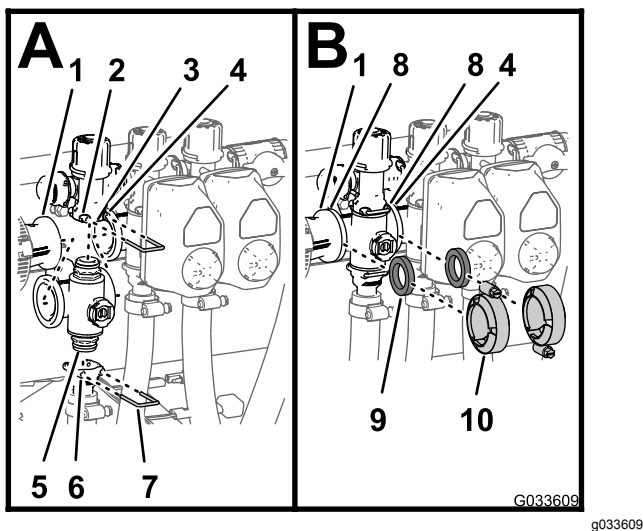

Figura 116
1. Inserte el conector de extremo superior de la válvula multivía en el acoplamiento de desvío (Figura 116, A).
2. Sujete el conector de extremo al acoplamiento de desvío insertando una horquilla de retención en el acoplamiento de desvío (Figura 116, A).
3. Monte el conector de salida en el conector de extremo inferior del distribuidor (Figura 116, A).
4. Sujete el conector de extremo al conector de salida insertando una horquilla de retención en el conector de salida (A de Figura 116).
5. Alinee una junta entre las bridas del racor reductor y el distribuidor de la válvula de sección (Figura 116, B).
6. Monte el racor reductor, la junta y el distribuidor de la válvula de sección con una abrazadera y apriete a mano (Figura 116, B).
7. Para instalar las dos válvulas de sección de la izquierda, alinee una junta entre las bridas de los distribuidores de las 2 válvulas de sección adyacentes (Figura 116, B).
8. Monte los distribuidores de las 2 válvulas de sección adyacentes y la junta con una abrazadera y apriete a mano (Figura 116, B).